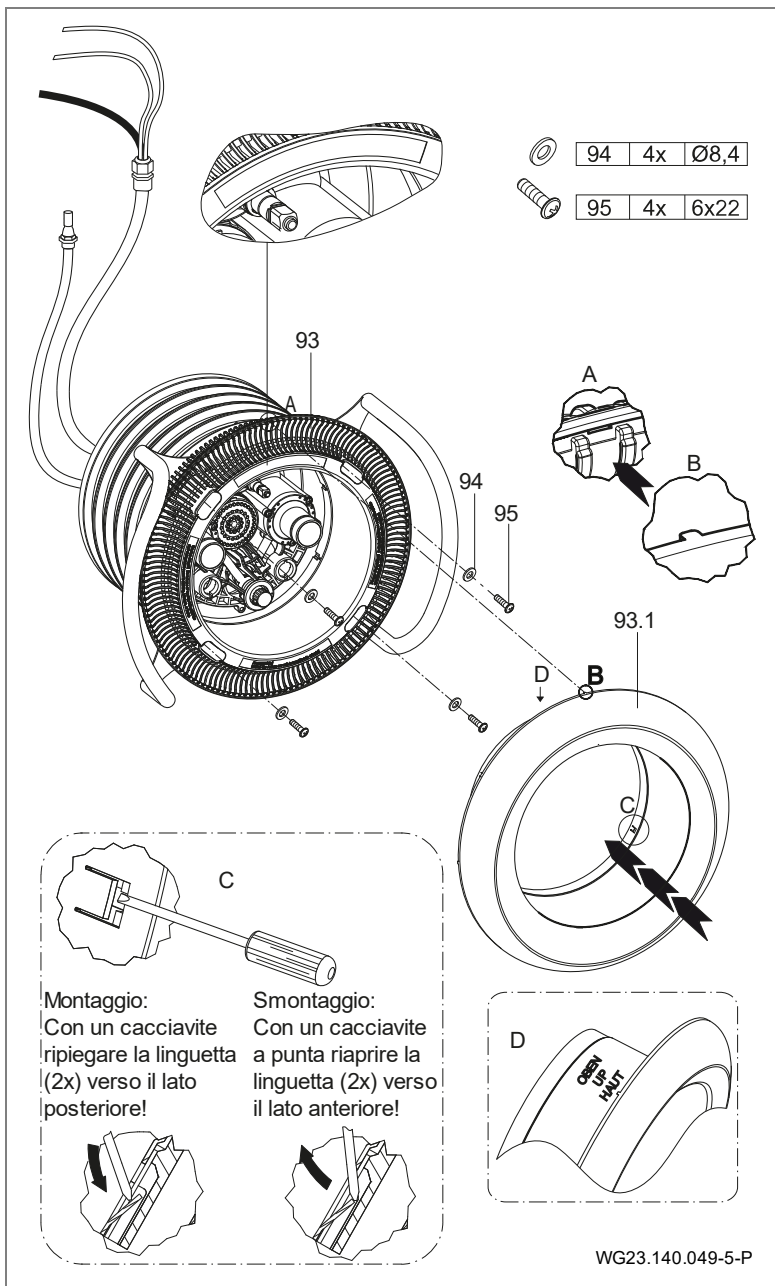
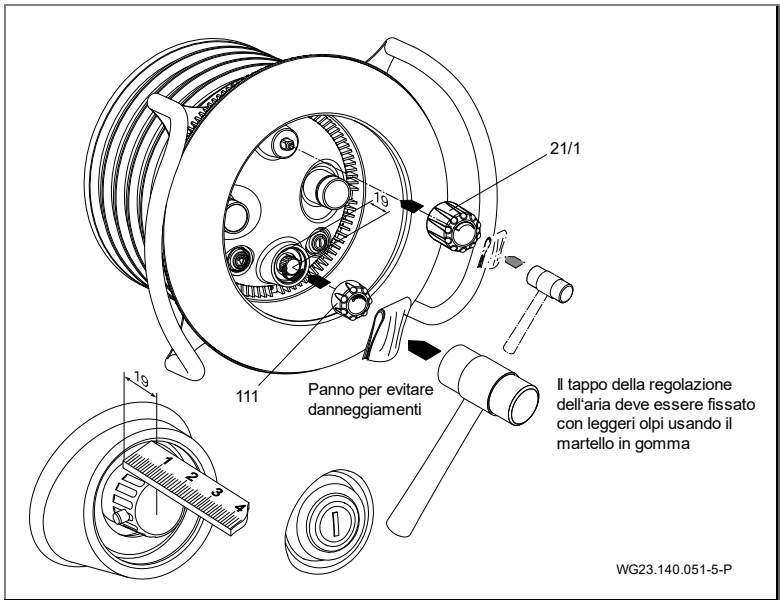

Fig. 18
Fig. 20
Primavera Deluxe: Pressare con cautela i pulsanti piezoelettrici con due O-ring montati nelle relative sedi premontate sull'alloggiamento degli ugelli. Se necessario, utilizzare vaselina. (Fig. 18)
9. Applicare la copertura di aspirazione (93) sull'anello elastico (28) e fissarla con le quattro rondelle (94) e le quattro viti autofilettanti (95). (Fig. 18)
11. Centrale la copertura della luce (110) sull'alloggiamento degli ugelli (102.1) e fissarla con le quattro viti autofilettanti (112). (Fig. 20)
1. Sfilare il coperchio per la regolazione della portata (21/1) e dell'aria (111). Nella versione BADU JET Primavera Deluxe si deve allentare la vite senza testa prima di staccare il cappuccio. Vedere "Fig. 20".
2. Allentare le viti autofilettanti (112) e rimuovere la copertura della luce (110).
3. Piegare in avanti le due linguette della copertura di acciaio inox e rimuovere la copertura. Vedere "Fig. 18".
4. Allentare le viti autofilettanti (95) e rimuovere la mascherina/copertura di aspirazione (93) e il maniglione di sostegno (70).
5. In caso di necessità, allentare le viti autofilettanti (61). Rimuovere l'alloggiamento degli ugelli (102.1). Durante questa operazione tener conto del tubo dell'aria (4) che è fissato sul corpo da murare (1).
6. Svitare le viti (52). Rimuovere il maniglione di sostegno (70), l'anello elastico (28) e la guarnizione ad anello elastico (27).